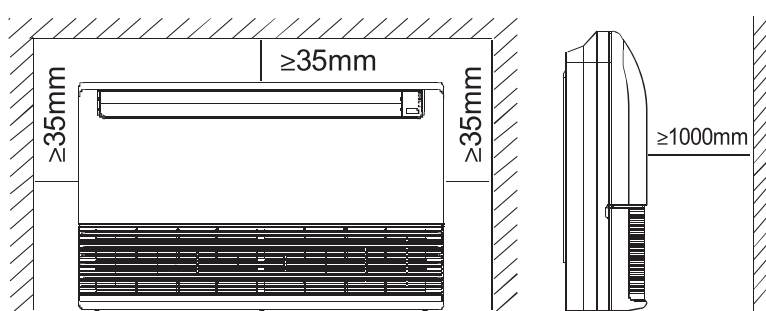

Рис. 5-1
5.1. Выбор места установки (рис. 5-1, 5-2, 5-3)